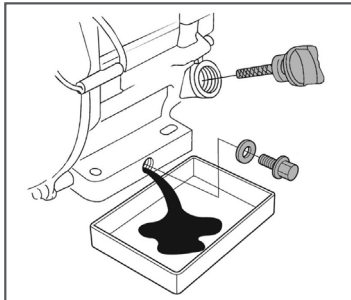

Рис. 15 Замена моторного масла
6. Открутите крышку-щуп из маслозаливной горловины, протрите её сухо и отложите в сторону (Рис. 15).
7. Открутите пробку для слива масла и слейте отработанное масло в подготовленную для этого емкость (Рис. 15).